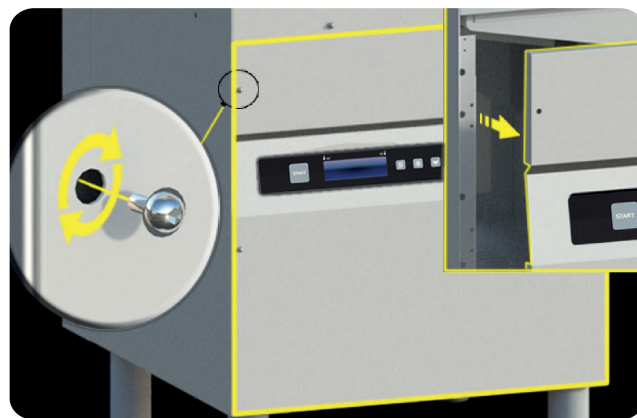

Fig. 12
- Enlever le panneau sous la porte pour accéder au compartiment technique, en enlevant les vis. (voir **Fig. 12**).